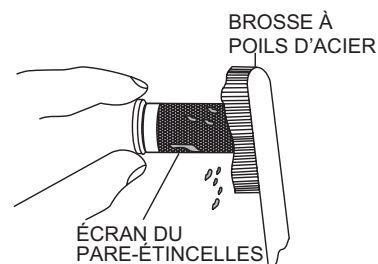

Figure 35. Nettoyage du pare-étincelles
4. Enlever avec précaution les dépôts de carbone du pare-étincelles en utilisant une brosse à poils d'acier (figure 35).